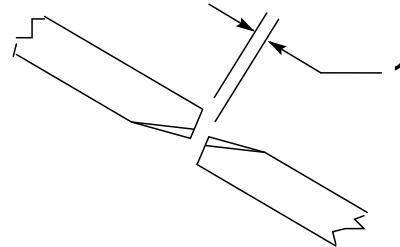

Figura 27
- Rode a lâmina central e a lateral adjacente de forma a que as suas extremidades fiquem alinhadas. Meça a distância entre as pontas das lâminas (Figura 27).
Para garantir o correto funcionamento da plataforma do cortador, tem que haver uma folga de 10 a 16 mm entre as extremidades das lâminas das plataformas do cortador lateral e central (Figura 27).